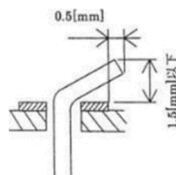

図10 リード線の折り曲げ
⑤炭素皮膜抵抗器のリード線は、ランドにほぼ密着させて折り曲げ、図10との位置関係に示すように切断すること。リード線の曲げ方向は規定しない。